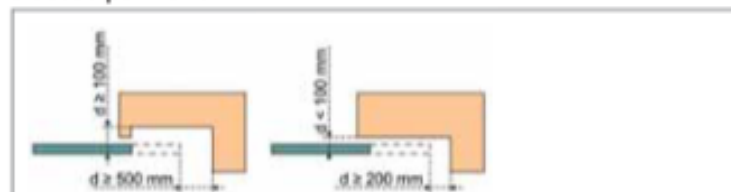

Figure 1 - Distances de sécurité
2.2. Composition du kit - Fig. 1
ZONE 3 Risque d'écrasement avec une partie fixe attenante à l'ouverture	Protection par barre(s) palpeuse(s). Valider impérativement que la détection d'obstacle est conforme à l'annexe A de la norme EN 12 453. Protection par des distances de sécurité (voir figure 1).